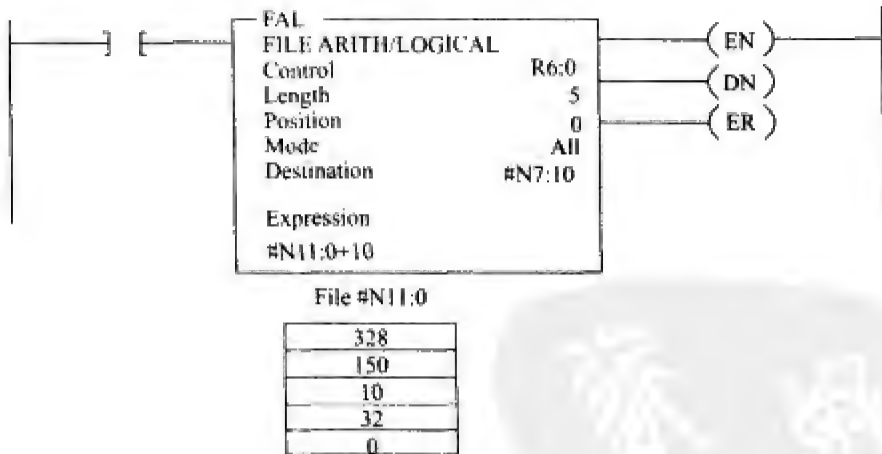

图 11-29
12. 参考图 11-29, 当梯级变为真时, 文件#7:10 中存储的数据是多少?